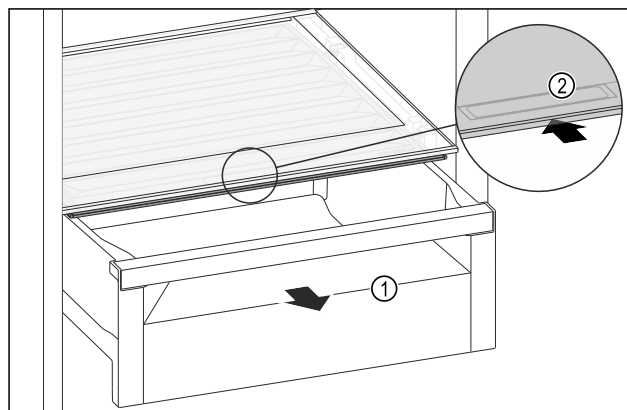

Fig. 66
- Zásuvku Fig. 66 (1) vytáhněte.
- Uchopte prohlubeň pro rukojeť Fig. 66 (2) na víku zásuvky a současně zasuňte víko zásuvky směrem dozadu.